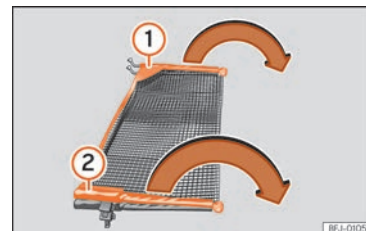

Fig. 130 Desdobrar a rede de separação.
»» Fig. 130 ① e ② da rede no sentido das setas até ouvir um «clique».